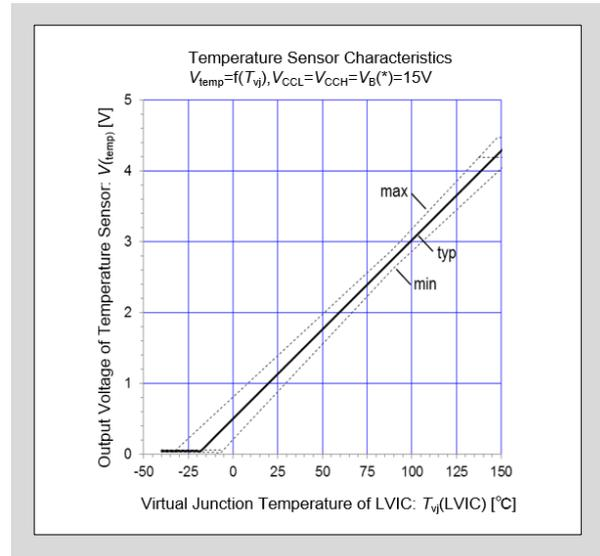

图3-25 LVIC 温度和 TEMP 输出电压特性
- 图3-25 显示了连接 5kΩ 电阻时 TEMP 引脚的输出电压特性。